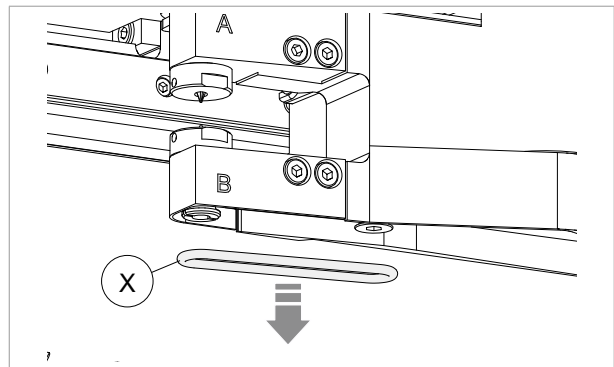
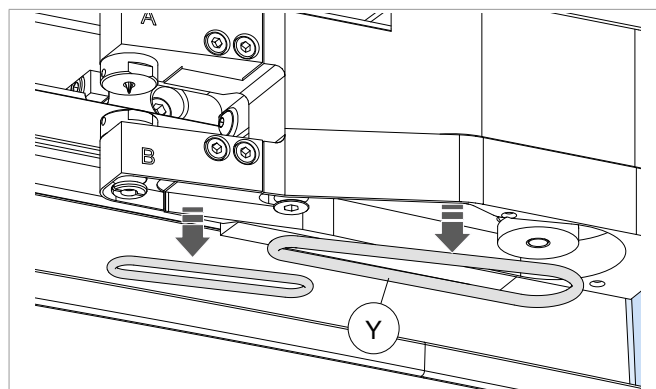

Bild 142
Bild 143
- 5) Den auszutauschenden Riemen entfernen (Bild 142 oder Bild 143).